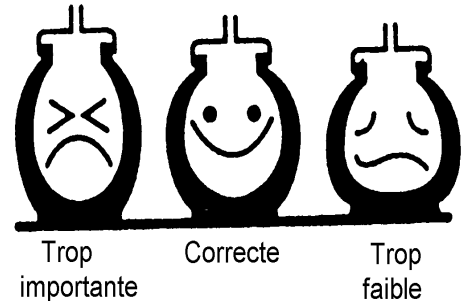

Figure 9
- Vérifiez la pression des pneumatiques, une pression trop basse rend le pneumatique fragile et sensible à l'usure, une pression trop élevée le rend inconfortable et peu adhérent. La pression recommandée est de 1,4 bars (Figure 9).